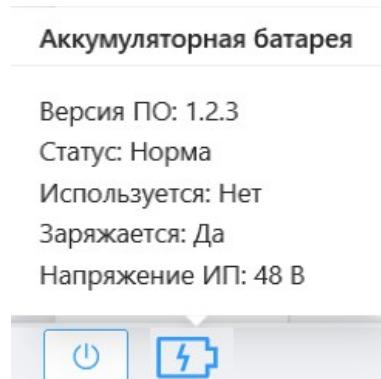

Рисунок 17
3.9.2. При наведении курсора манипулятора на индикатор АКБ появляется окно состояния АКБ, согласно примеру, приведенному на рис. 17.